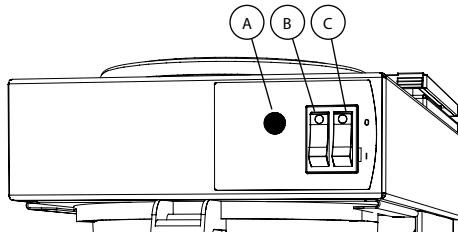

Abb. 4
**330001 (Abb. 4)**
**Tip:** Wenn die Kontroll-Leuchte nicht aufleuchtet, dann befindet sich noch Luft im System. Bitte überprüfen Sie den Wasserbehälter auf eventuelle Luftblasen (Abb. 4) und entfernen Sie diese, z.B. mit einem Bleistift.